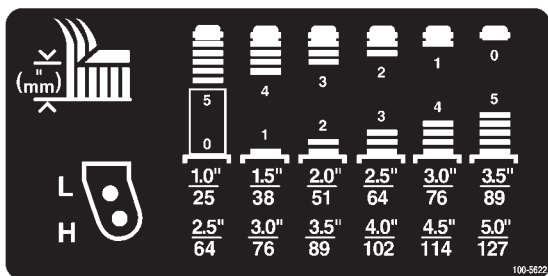

Figura 7
2. Disponete gli assali delle ruote orientabili negli stessi fori di entrambe le forcelle delle ruote orientabili. Consultate la figura 7 per individuare i fori corretti per la regolazione.
Consultate la figura 7 per individuare le combinazioni di distanziali per la regolazione.